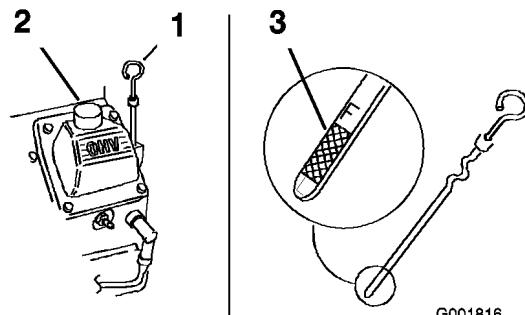

Figure 39
3. Nettoyez la surface autour de la jauge d'huile (Figure 39) pour éviter que des impuretés ne s'introduisent dans le goulot de remplissage, ce qui risquerait d'endommager le moteur.
4. Sortez la jauge d'huile et essuyez soigneusement l'extrémité métallique (Figure 39).
5. Enfoncez la jauge complètement dans le goulot de remplissage. Ressortez la jauge et examinez l'extrémité métallique (Figure 39). Si le niveau est bas, versez lentement une quantité d'huile suffisante dans le goulot de remplissage pour amener le niveau au repère du plein.
7. Versez avec précaution environ 80% de la quantité d'huile spécifiée dans le goulot de remplissage (Figure 39)